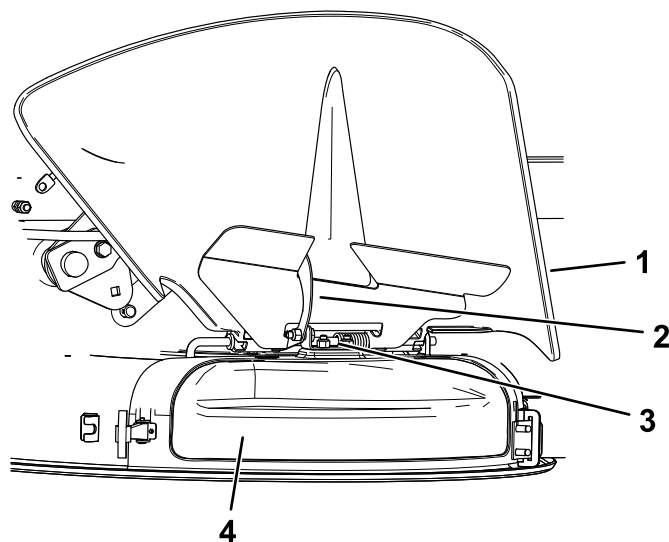

Figure 15
4. Ouvrez le crochet de verrouillage sur le dessus du couvercle d'éjection pour le dégager de la tige de pivot (Figure 15).
5. Sur le haut du couvercle d'éjection, accrochez le crochet de verrouillage à la tige de pivot du déflecteur (Figure 15).